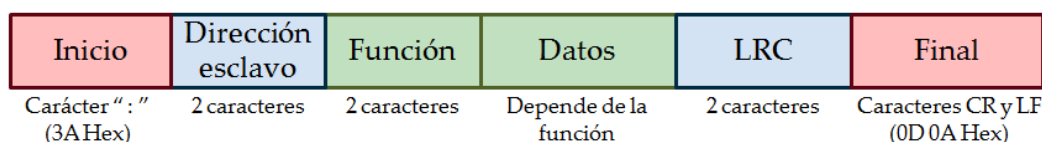

Figura 14. Formato de las tramas de MODBUS serie
La Figura 14 muestra el formato de trama de las tres opciones de MODBUS, que se describen con más detalle a continuación. Los campos **Función** y **Datos** representan la trama de nivel de aplicación de MODBUS, y dependen de las distintas opciones de peticiones y respuestas que describirán en el apartado 0. El tamaño del campo de datos siempre depende de la función utilizada. Para la colocación de los bytes en los distintos campos hay que tener en cuenta que MODBUS siempre utiliza codificación BIG-ENDIAN, según la cual el byte más significativo se envía primero (a la izquierda).
Con la trama MODBUS RTU, la delimitación de la misma se realiza por intervalos de tiempo de caracteres de silencio, como muestra la Figura 14. Un carácter de silencio tiene la duración de un byte de datos enviado por el medio, pero no transporta datos, y su duración (T) depende de la velocidad (Vt) y del número bits que se usen para su codificación (N) según $T = N/V_t$. Según el estándar de MODBUS, para velocidades de hasta 19.200bps, el tiempo entre tramas debe ser como mínimo 3,5 veces la duración de un carácter, y para velocidades superiores se recomienda un tiempo fijo de 1,75ms. Por ejemplo, para una configuración del puerto serie de 19.200bps, con un bit de parada y un bit de paridad (11 bits en total, sumando el de inicio y 8 de datos) se tiene: $3,5 \cdot 11 / 19.200 = 2\text{ms}$.
La trama MODBUS RTU incorpora un código Cyclical Redundancy Check (CRC) de 16 bits (ver Figura 14) para poder detectar errores, que debe ser calculado por el emisor a partir de todos los bytes de la trama enviados antes del CRC, exceptuando los delimitadores. Para ello se usa un algoritmo específico, bien definido en la especificación de MODBUS serie. El receptor debe volver a calcular el código de igual forma que el emisor, y comprobar que el valor obtenido del cálculo es igual al valor presente en la trama para poder validar los datos.